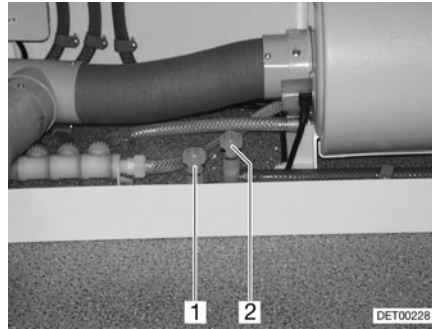

Fig. 118 Llaves de desagüe para calentador Therme
- Cerrar las llaves de desagüe. Para ello, girar los capuchones (Fig. 118,1 y 2) en sentido de las agujas del reloj.
- Abrir las llaves de desagüe del calentador Therme. Para ello, girar los capuchones (Fig. 118,1 y 2) en sentido contrario a las agujas del reloj.